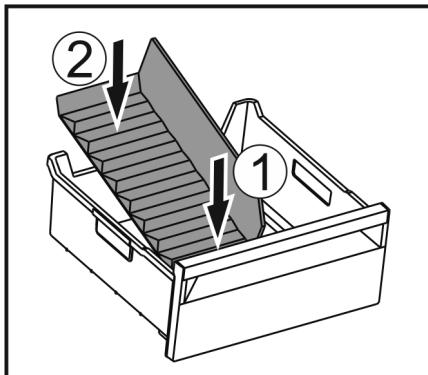

Fig. 196
- ▶ 装入冰格分隔器前部。 Fig. 196 (1)
- ▶ 将冰格分隔器后部放低至抽屉底板。 Fig. 196 (2)